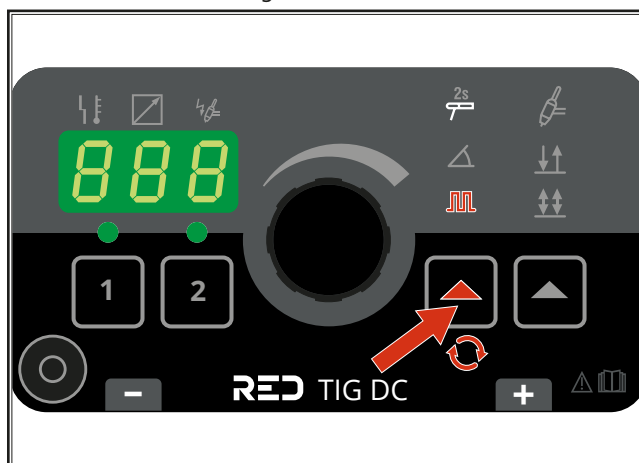

Fig. 11: Accensione della pulsazione
- ➔ Se è richiesta la funzione di pulsazione, attivarla come illustrato nella Fig. 11.